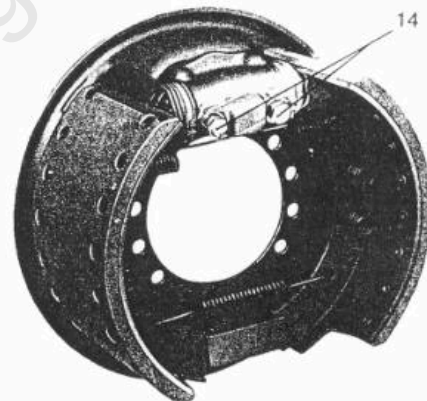

Bild 11
- Schrauben (14 – Bild 11) herausdrehen.
- Kolben (10) komplett ausbauen und zerlegen.
- Keil (9) nach Abschrauben des Betätigungszyinders herausziehen.
- Schrauben (14 – Bild 11) montieren. Anziehdrehmoment 60^{+10} Nm.